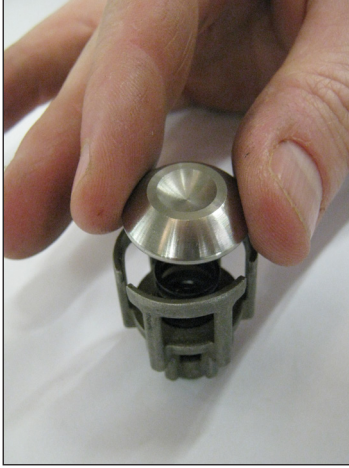
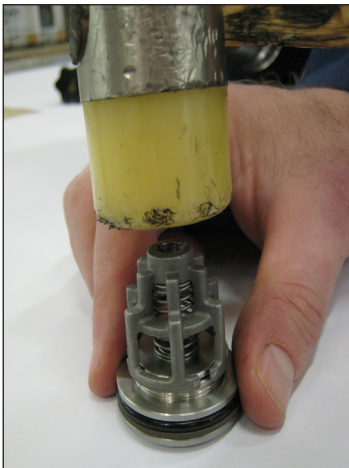

Fig. 24
Fig. 25
**1** Durant l'assemblage des groupes de la soupape d'aspiration et de refoulement (Fig. 24, Fig. 25), il est recommandé de ne pas inverser les ressorts d'aspiration avec ceux du refoulement précédemment démontés :